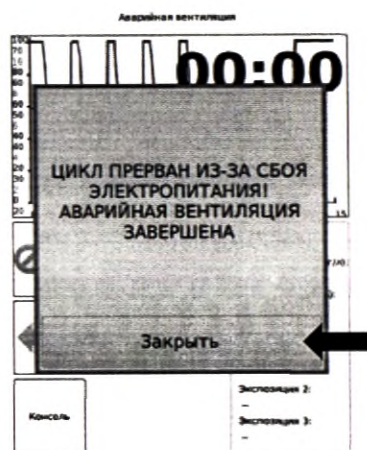

Рис.18
12.3.2 После завершения Аварийной вентиляции стерилизатор издаст звуковой сигнал и на экране появится надпись «Цикл прерван из-за сбоя электропитания. Аварийная вентиляция завершена» (Рис.18).